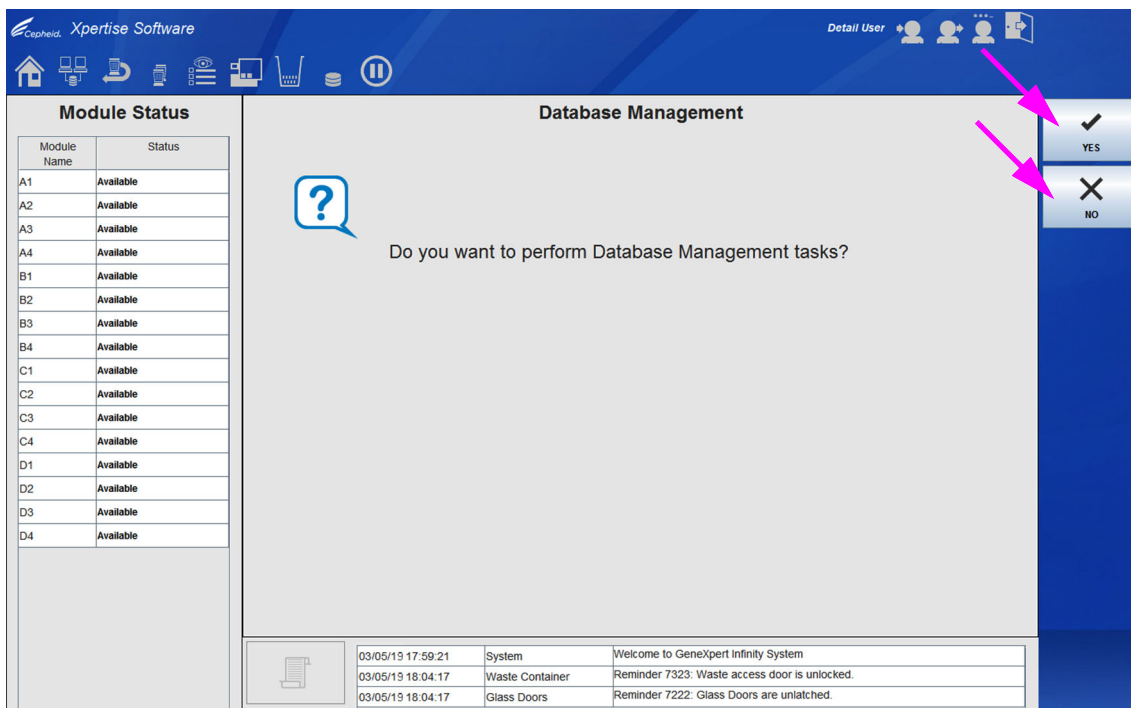
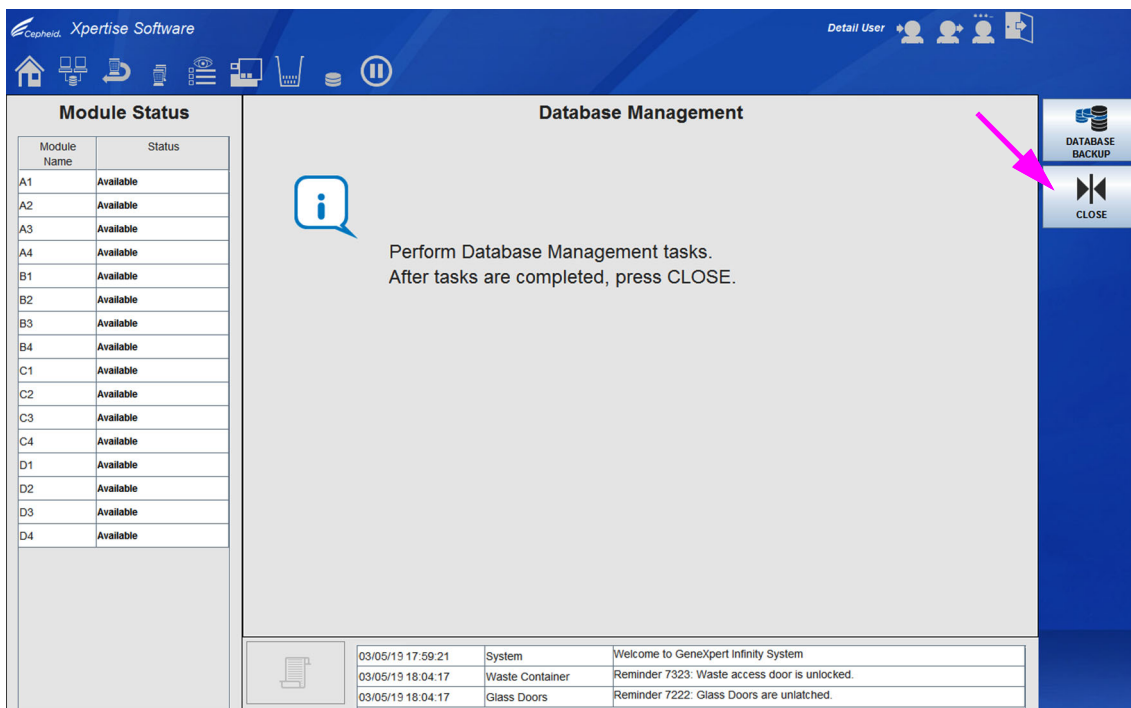
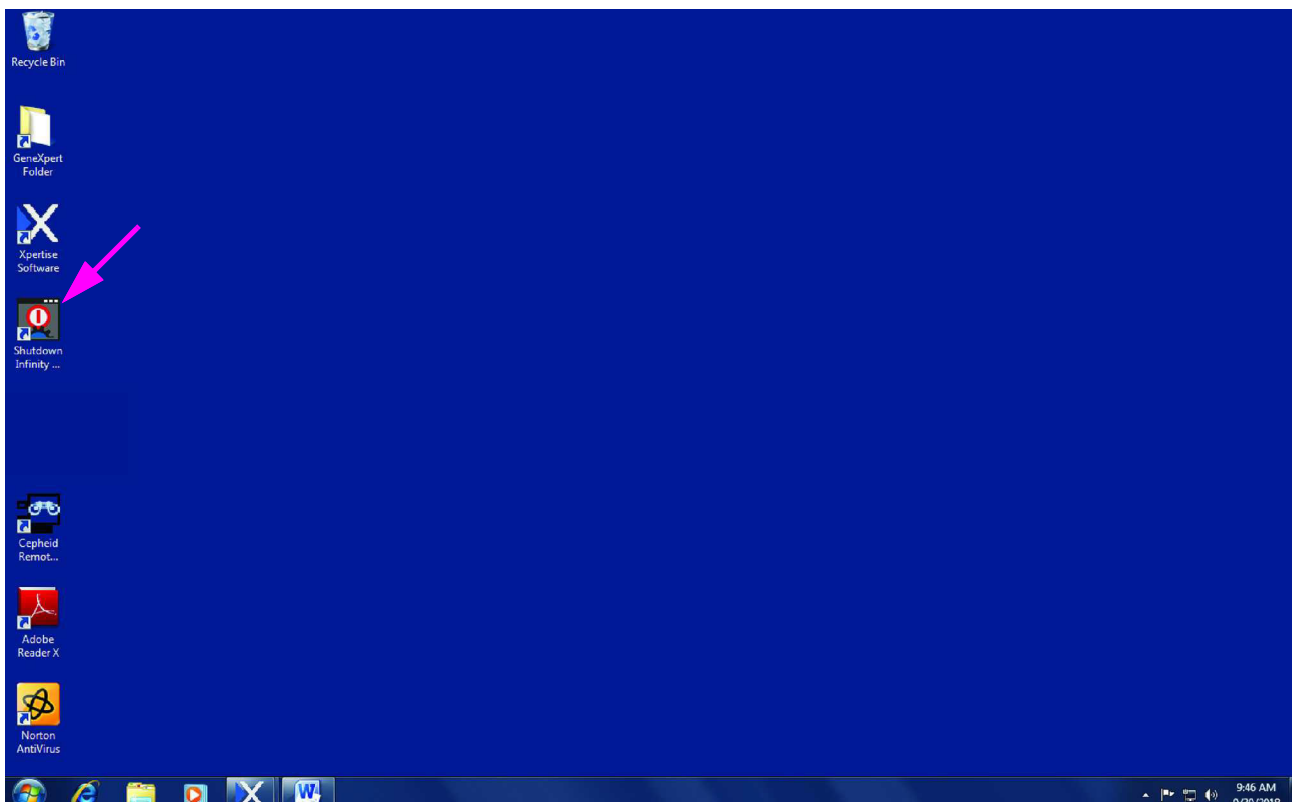
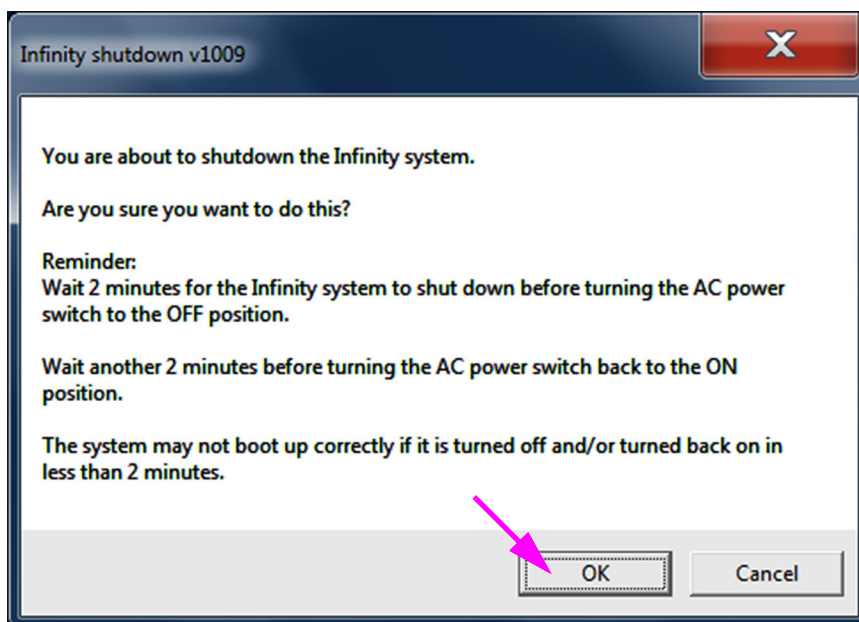

図 5-22. データベース管理ワークスペース
図 5-23. データベース管理ワークスペース
図 5-24. デスクトップのシャットダウン Infinity アイコン
図 5-25. Infinity 「シャットダウン確認」 ダイアログボックス
1. システム構成の一般（General）ワークスペース（図 2-25 を参照）で、**データベース管理のリマインダー（Database Management Reminders）** ボックスにチェックマークが入っていない場合、データベース管理（Database Management）ワークスペース（図 5-22 を参照）は表示されず、データベースに関するアクションは不要です。Xpertise Software が終了し、Windows デスクトップが表示されます。
2. システム構成の一般（General）ワークスペース（図 2-25 を参照）の**データベース管理のリマインダー（Database Management Reminders）** ボックスにチェックマークが入っている場合は、データベース管理（Database Management）ワークスペース（図 5-22 を参照）が表示され、データベース管理作業を実行するかどうか尋ねられます。
- A. データベース管理（Database Management）ワークスペースで **NO** を選択すると（図 5-22 を参照）、Xpertise Software が終了し、Windows デスクトップが表示されます。
- B. データベース管理（Database Management）ワークスペースで **YES** を選択すると（図 5-22 を参照）、実行する作業を選択するように求められます（図 5-23 を参照）。
ユーザの権限によっては、データベース管理 (Database Management) ワークスペースに追加のオプションがある場合があります。図 5-23 を参照。
3. ワークスペースの指示に従い (図 5-23 を参照)、**データベースバックアップ (DATABASE BACKUP)** ボタンを選択します。必要なデータベース管理作業の実行方法の詳細については、セクション 5.7、テスト結果データの管理をご覧ください。
5. Xpertise Software を終了するには、**閉じる (CLOSE)** ボタン (図 5-23 を参照) を選択します。Windows デスクトップが表示されます。図 5-24 を参照。
6. キオスクコンピュータのデスクトップにある**シャットダウン Infinity (Shutdown Infinity)** アイコンをダブルクリックします。図 5-24 を参照。「Infinity シャットダウン確認 (Infinity shutdown Confirmation)」ダイアログボックスが表示されます。図 5-25 を参照。
7. **OK** ボタンを選択します。図 5-25 を参照。